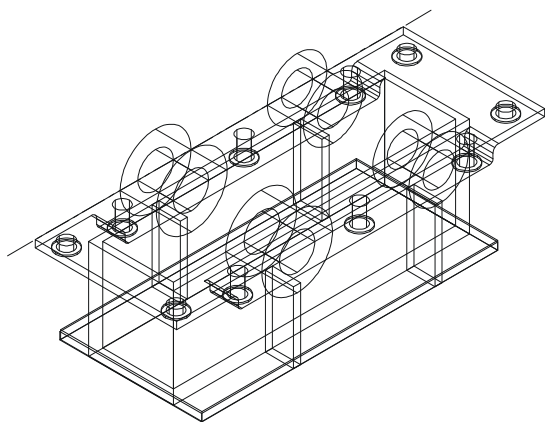

图 12-2-23
STEP 04 运用布尔差集运算把螺孔挖出来, 如图 12-2-23 所示。